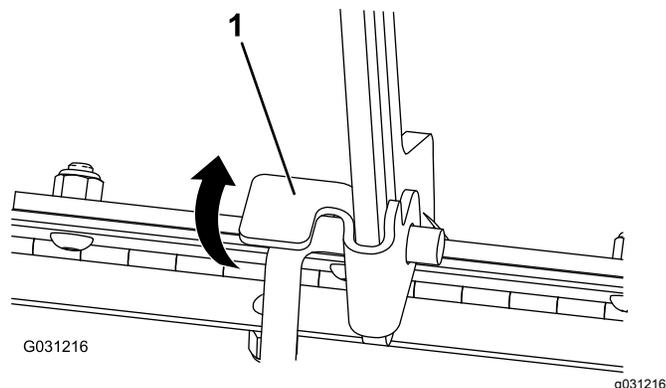

Figura 35
1. Alzate la linguetta che fissa l'asta di supporto (Figura 35).